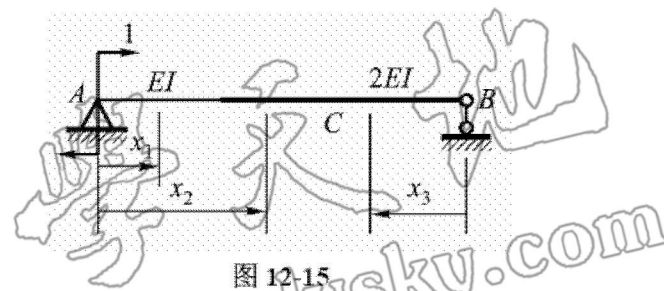

图 12-15
2. 在截面 A 处假想加一顺时针力偶矩 $M_A = 1$ ，坐标示如图 12-15。